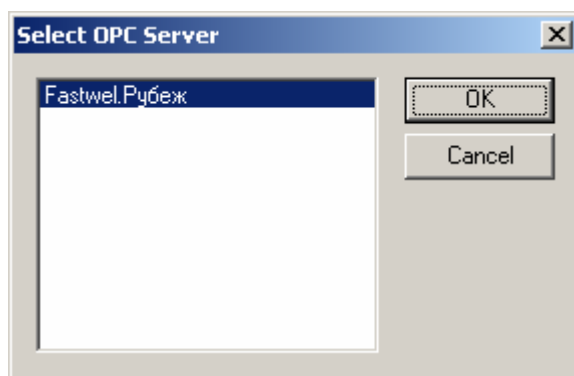

Рис. 2 Выбор конфигурации Рубеж
4. Выберите сервер **Fastwell.Рубеж** как показано на Рис. 2.